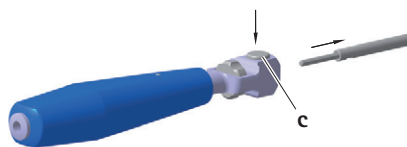

Рис. 2
- ▶ Нажать кнопку **c** и отсоединить рукоятку 1, см. Рис. 2.